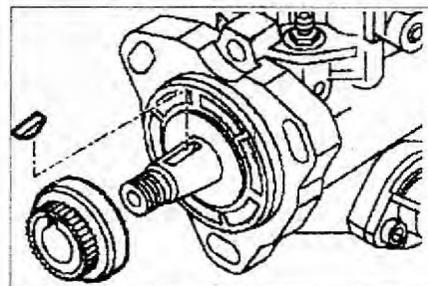

Рис. 2.79. Установите диск с зубчатым венцом.
12. Установите диск с зубчатым венцом (рис. 2.79). Перед установкой диска снимите смазку с ведущего вала. Присоедините диск с сегментной шпонкой к насосу и затяните гайку.